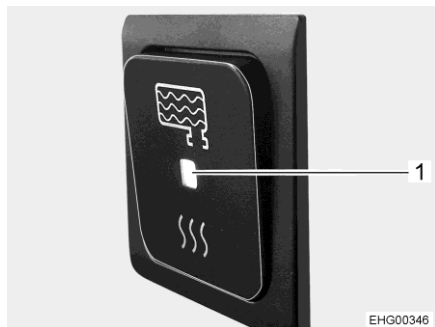

Fig. 100 Interruttore acceso/spento, inserito
Se è inserito l'interruttore acceso/spento del comando (Fig. 100), il riscaldamento del serbatoio delle acque grigie si accende automaticamente, non appena la temperatura esterna scende sotto i 0 °C. Il serbatoio delle acque grigie viene così protetto dal gelo.
- Premere in basso l'interruttore acceso/spento. L'indicatore LED (Fig. 100,1) si accende.
- Premere in alto l'interruttore acceso/spento. L'indicatore LED (Fig. 100,1) si spegne.